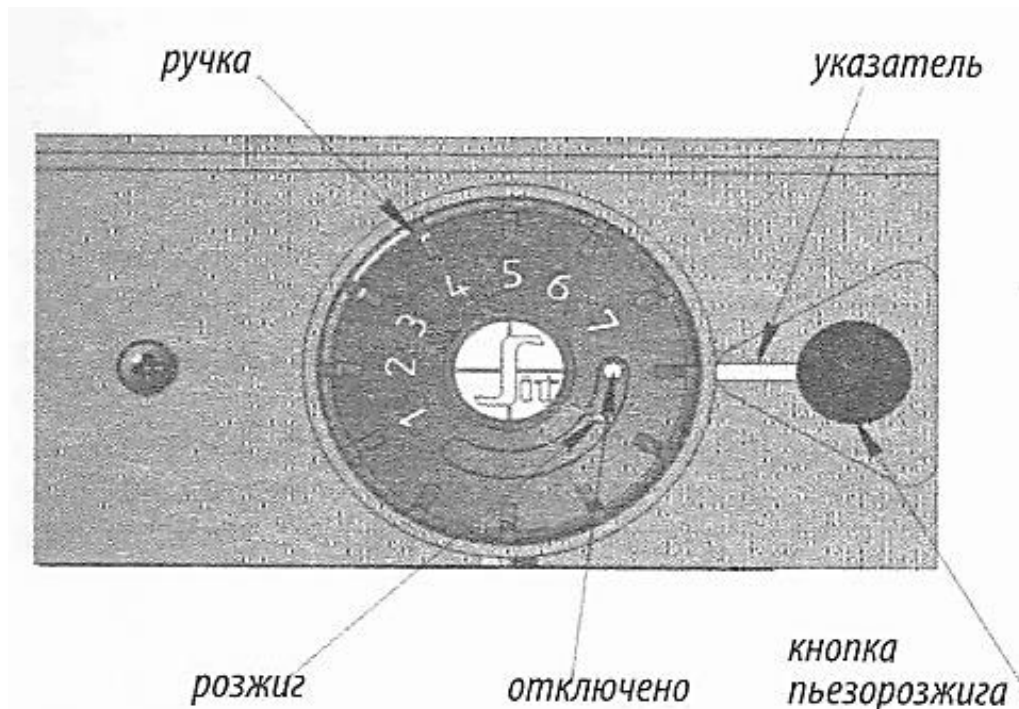

Рис. 6. Элементы управления на газовом блоке 630 EUROSIT.
8.2.1. Установить ручку газового блока в положение «Отключено» (см. рис.6).
8.2.8. **ВНИМАНИЕ!** Для повторного розжига котла с газовым блоком 630 EUROSIT необходимо установить ручку в положение «Отключено» (см. рис.6), после чего повернуть ручку газового блока в положение «Розжиг».